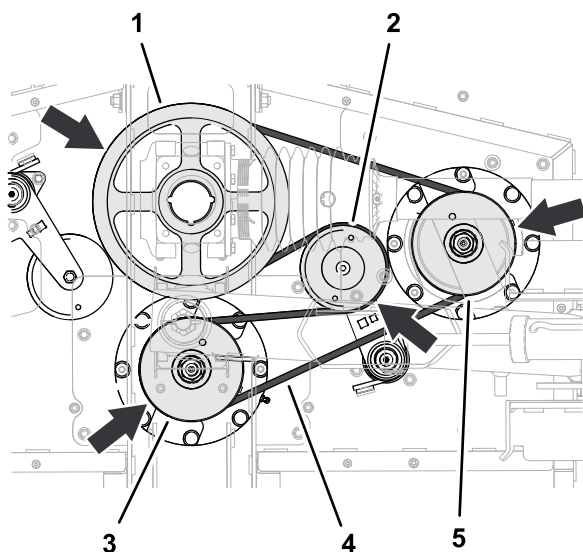

図 68
1. 長いベルトを駆動プーリ、中央スピンドルプーリの上側の溝と、右側スピンドルプーリにセットする 図 68。
2. バールなどを使って短いベルトのベルトテンショナを左に回して、テンショナのプーリにベルトを取り付ける 図 68。